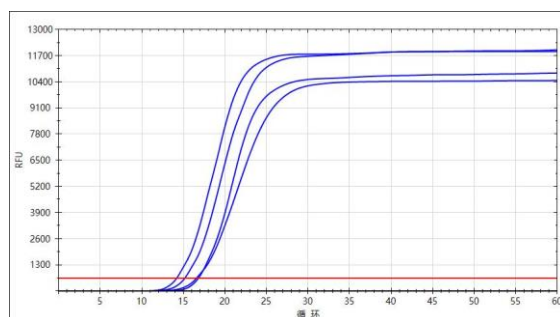

Fig 1. LAMP+RNase HII 试剂方案性能
2. 60-65°C 孵育 20 min，得到结果如图 1 所示，由图 1 表明 1000 copies/ml 和 200 copies/ml RNA 样本均可被快速检出，CT 值 < 16，灵敏度可达 2 copies/test；另设阴性对照组，无假阳性检出。